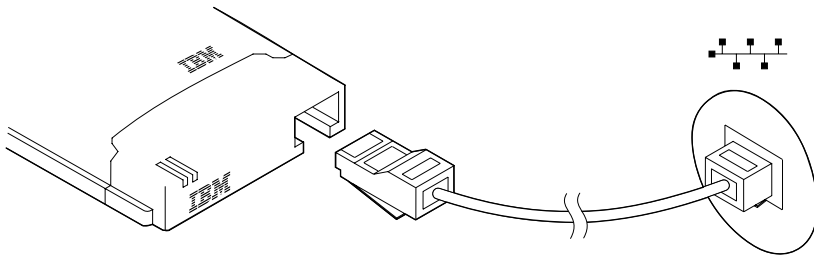

Figura 2. Conexión del cable de red al adaptador
3. Conecte el cable de red como se muestra en la Figura 2.